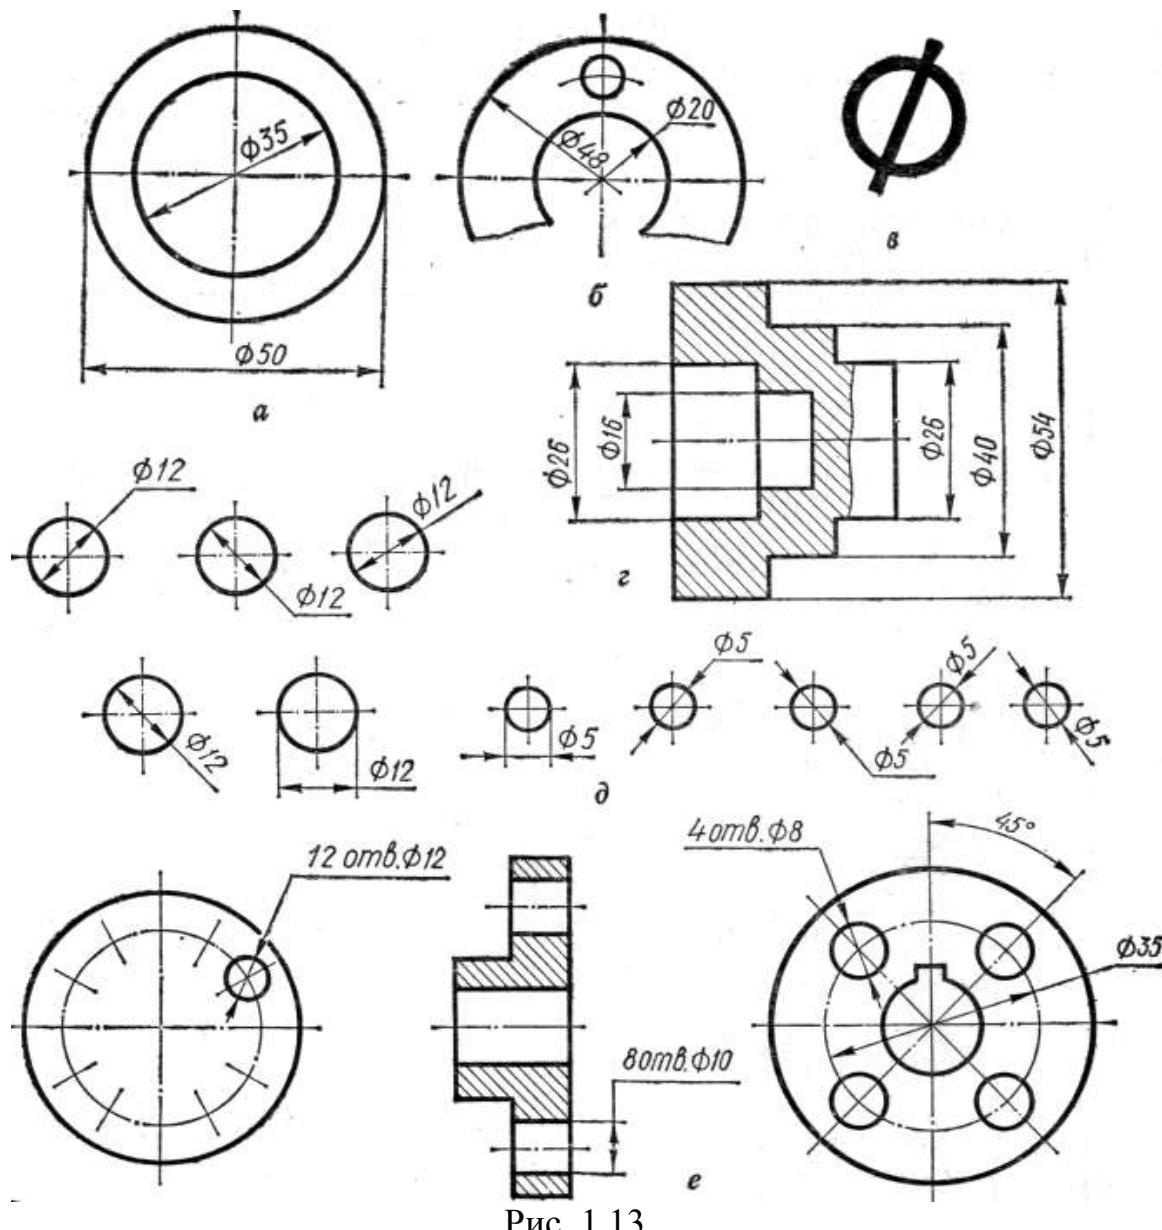

Рис. 1.13
17) \emptyset - діаметри (рис. 1.13)